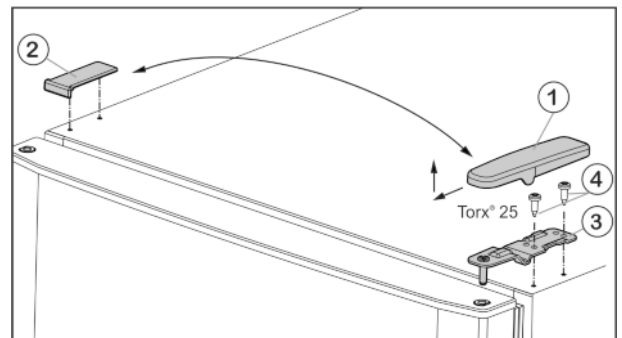

Fig. 6
- ▶ Retirer le cache Fig. 6 (1) par l'avant et le haut.
- ▶ Soulever le cache Fig. 6 (2).
- ▶ Dévisser le support de palier supérieur Fig. 6 (3) (2 fois Torx® 25) Fig. 6 (4) et le retirer par le haut.
- ▶ Placer le support de palier supérieur Fig. 6 (3) sur le nouveau côté de la charnière et dans la porte.
- ▶ Revisser le support de palier (**en appliquant un couple de 4 Nm**) (2 Torx® 25) Fig. 6 (4). Utiliser au besoin une visseuse sans fil.
- ▶ Replacer le cache Fig. 6 (1) du côté opposé par l'extérieur et l'enclencher.
- ▶ Replacer le cache Fig. 6 (2) du côté opposé par le haut et l'enclencher.